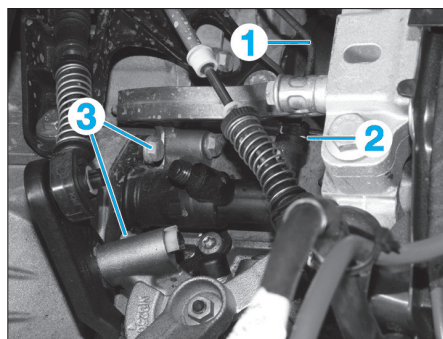

Fig. 15
- Débrancher la canalisation (1) du cylindre récepteur, après avoir tiré son agrafe (2) de sûreté en arrière (Fig.15).